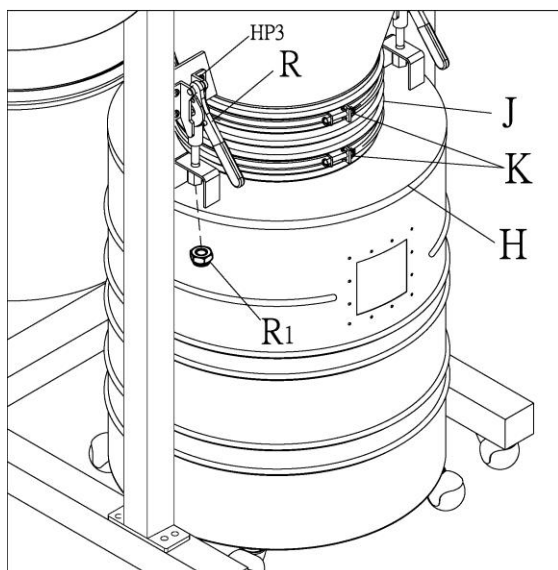

Abbildung 12
17. Den Schlauch (J) auf dem Kegel und dem Trommeldeckel anbringen und oben und unten mit zwei Schlauchschellen (K) sichern. Siehe Abbildung 12.
20. Die beiden Schnellklemmhebel (R, Abb. 12) nach unten ziehen. Dann den Trommeldeckel (H, Abb. 12) an den Schnellklemmhebeln anbringen. Je eine lange Mutter (R1, Abb. 12) auf die beiden Schnellklemmhebel aufschrauben.